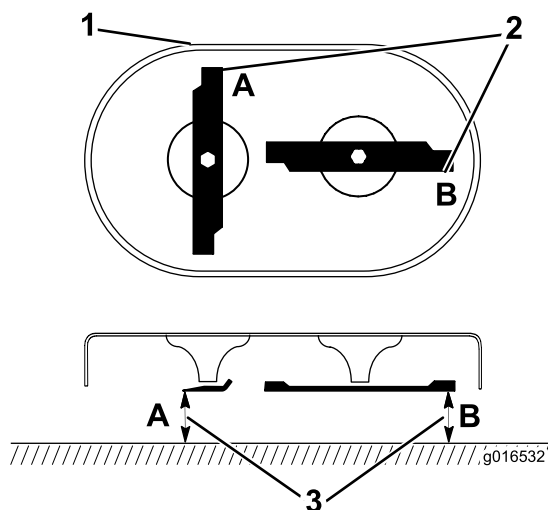

Figura 28
1. Gire las cuchillas a la posición mostrada en Figura 28.
2. Mida desde una superficie nivelada hasta los filos de corte, en las posiciones **A** y **B** (Figura 28) y anote las dimensiones.
3. Gire las cuchillas de manera que sus extremos opuestos estén en las posiciones **A** y **B** (Figura 28).